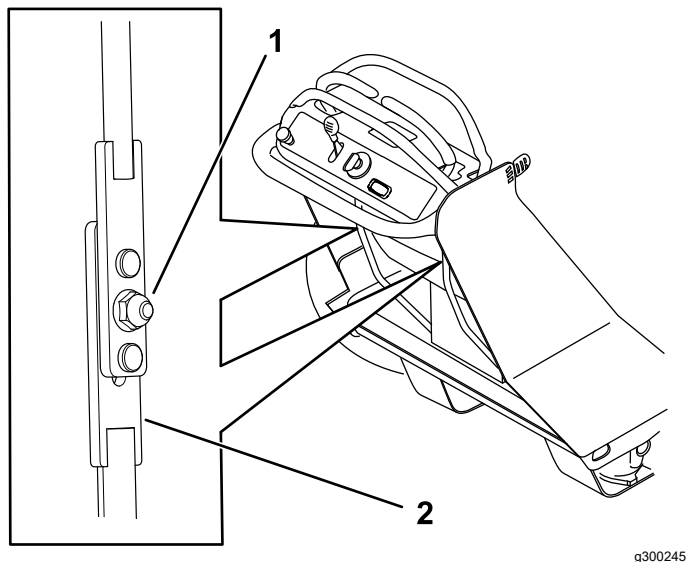

Figura 45
4. Afloje la tuerca del conjunto de la varilla de control (Figura 45).
6. Para encontrar la posición de punto muerto, mueva la varilla de control inferior hacia arriba o hacia abajo hasta que la rueda deje de girar (Figura 45).
7. Apriete la tuerca (Figura 45).